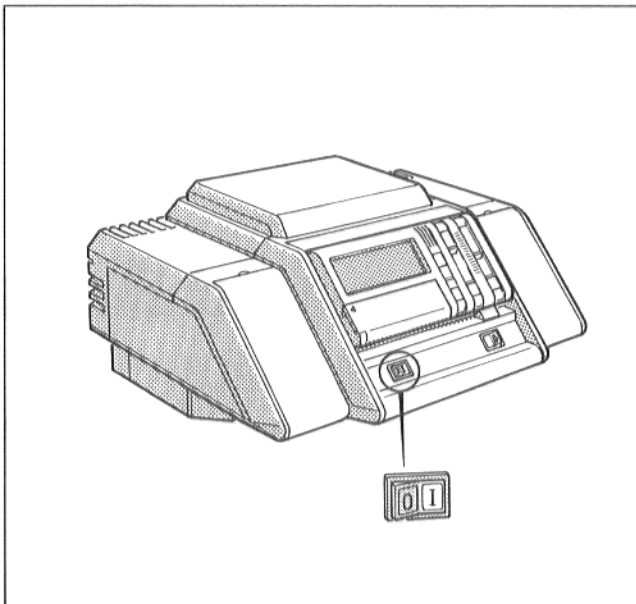

Abb. 3: Regelgerätvorderseite
- Betriebsschalter in Stellung „I“ (EIN) stellen (Abb. 3).